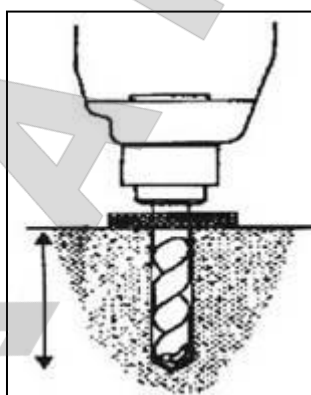

Рис. 40
- С помощью ударной дрели необходимо просверлить отверстие  $\Phi 18$  глубиной 120мм от уровня пола через отверстие в основании подъемника, входная часть отверстия должна быть чистой (рис. 40).